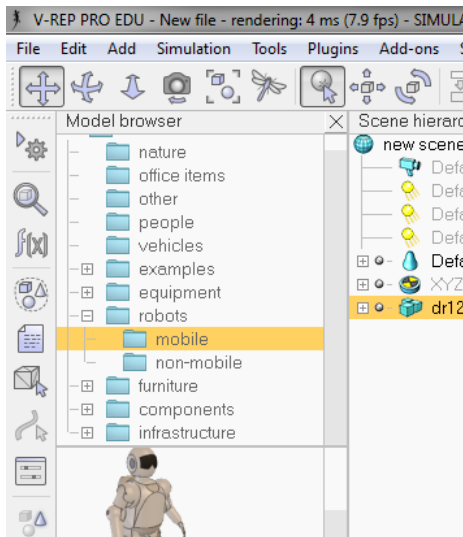

Рисунок 5 – Раздел «robots - mobile» в браузере моделей
**Иерархия сцены (scene hierarchy)** – Иерархия сцены (рисунок 5) отображается по умолчанию, но может быть скрыта с помощью соответствующей кнопки на панели инструментов. Иерархия отображает содержимое сцены (т.е. объекты, из которых состоит сцена). Иерархическая структура сцены
2. В браузере моделей перейти в раздел «robots - mobile» (рисунок 5).